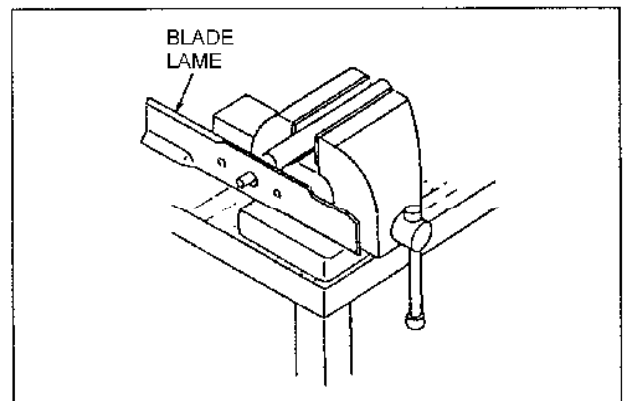

Figure 36
4. After sharpening check blade for balance by supporting blade as shown in Figure 36 using the center hole as a guide. File or grind metal from the heavy end of the blade until the blade balances.
4. Après l'aiguisage, vérifier l'équilibre de la lame en la posant sur l'orifice central comme montré sur la Figure 36. Limer ou meuler le métal du côté lourd jusqu'à ce que la lame soit équilibrée.